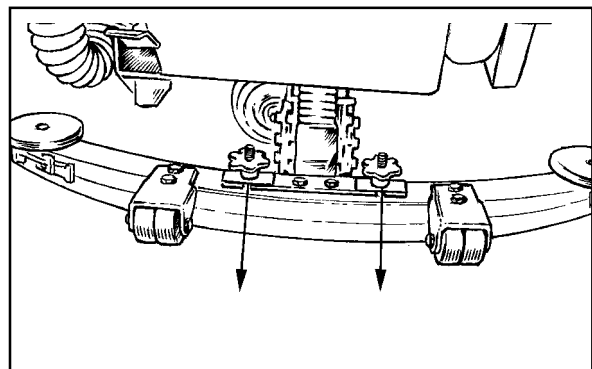

Abb. 35
1. Entfernen Sie das Saugleistenteil, indem Sie die zwei Knöpfe, die die Saugleiste an der Maschine befestigen, lockern. Ziehen Sie das Saugleistenteil ab. Siehe Abb.35.